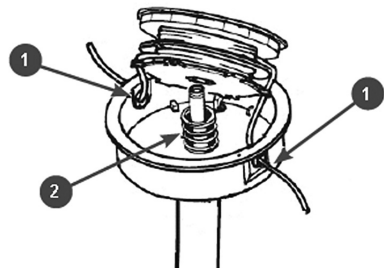

Рис. 15. Установка катушки
- Установите корпус на выходной вал (Рис. 15). Проденьте концы корда в отверстия 1 на корпусе триммерной головки и установите катушку с кордом в корпус головки (Рис. 15).
Не забывайте установить пружину 2 под катушку с кордом (Рис. 15).